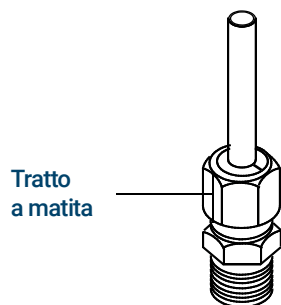

Figura 18. Contrassegnare il raccordo
- Contrassegnare il dado con una linea a matita. Vedere **Figura 18**.